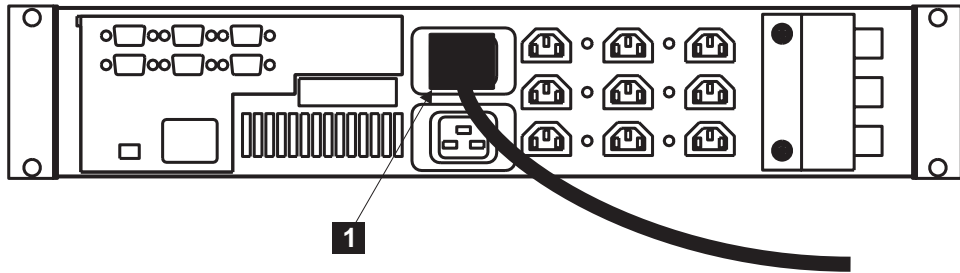

図 89. 2145 UPS 電源ケーブルの取り付け
9. 2145 UPS の背面にある 2145 UPS 主電源ケーブル **1** (138 ページの図 89) を電源ソケットに差し込みます。